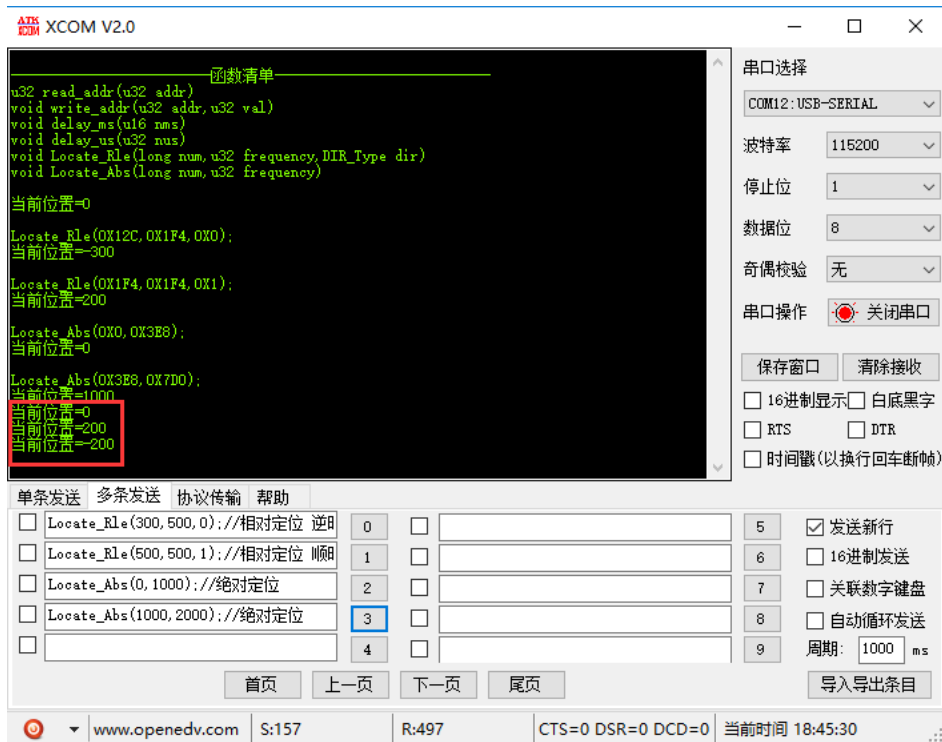

图 5.3.4 按键测试现象
1) 按下 KEY-UP, 电机以 500Hz 频率回到绝对原点; 按下 KEY0, 电机以 500Hz 频率顺时针走 200 个脉冲; 按下 KEY1, 电机以 500Hz 频率逆时针走 400 个脉冲; 我们依次按下 KEY_UP, KEY0, KEY1, 看看串口打印的情况, 如图 5.3.4 所示: